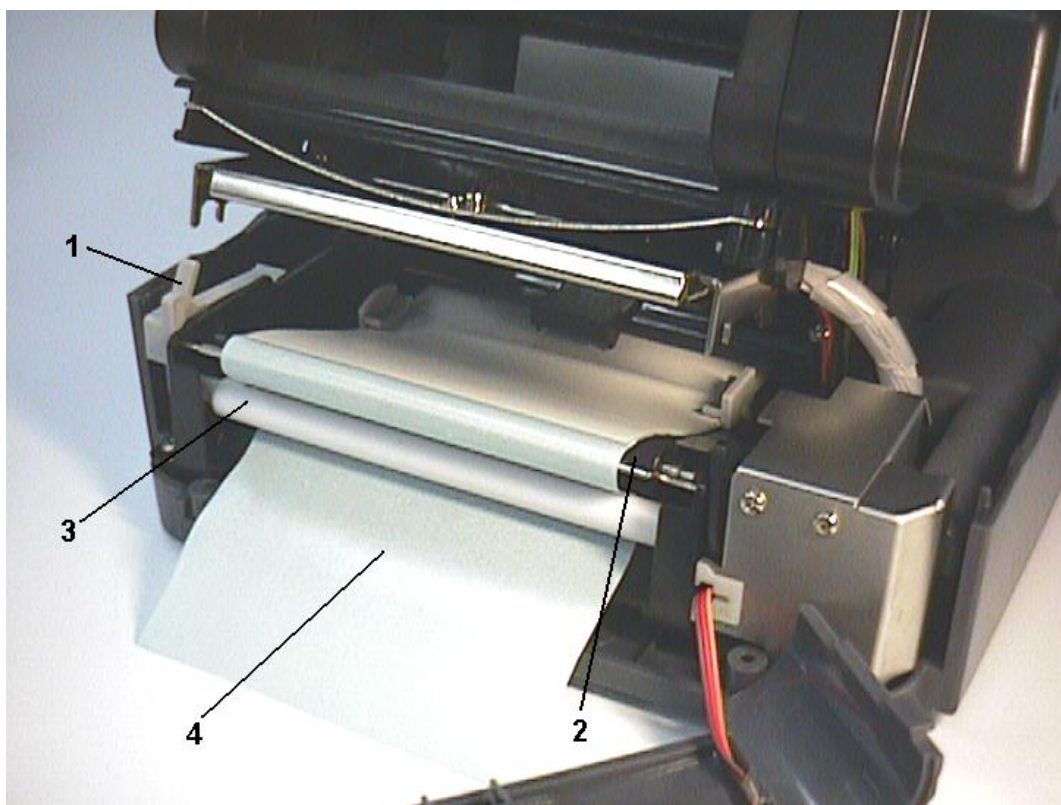

Рис. 7. Настройка функции автоотделения принтера
2. Отделите одну или две (как более подходит для этого случая) первые этикетки с рулона. Пропустите бумажную подложку между валиком и белым роликом «автоотделения», как показано на рис. 7.